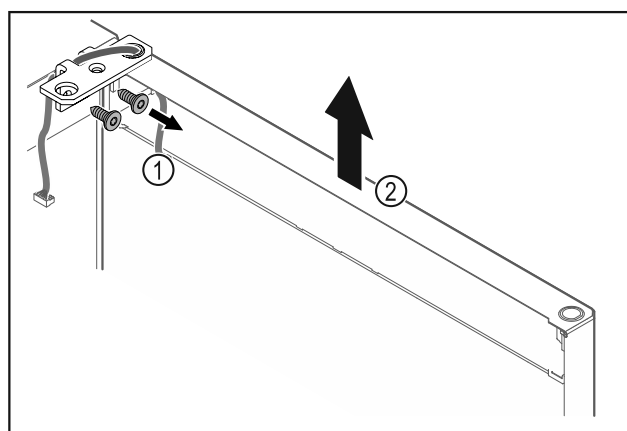

Fig. 25
- Desatornillar la escuadra de bisagra Fig. 25 (1).
- Levantar la puerta junto con la escuadra de bisagra Fig. 25 (2) aproximadamente 200 mm recta hacia arriba y retirar.